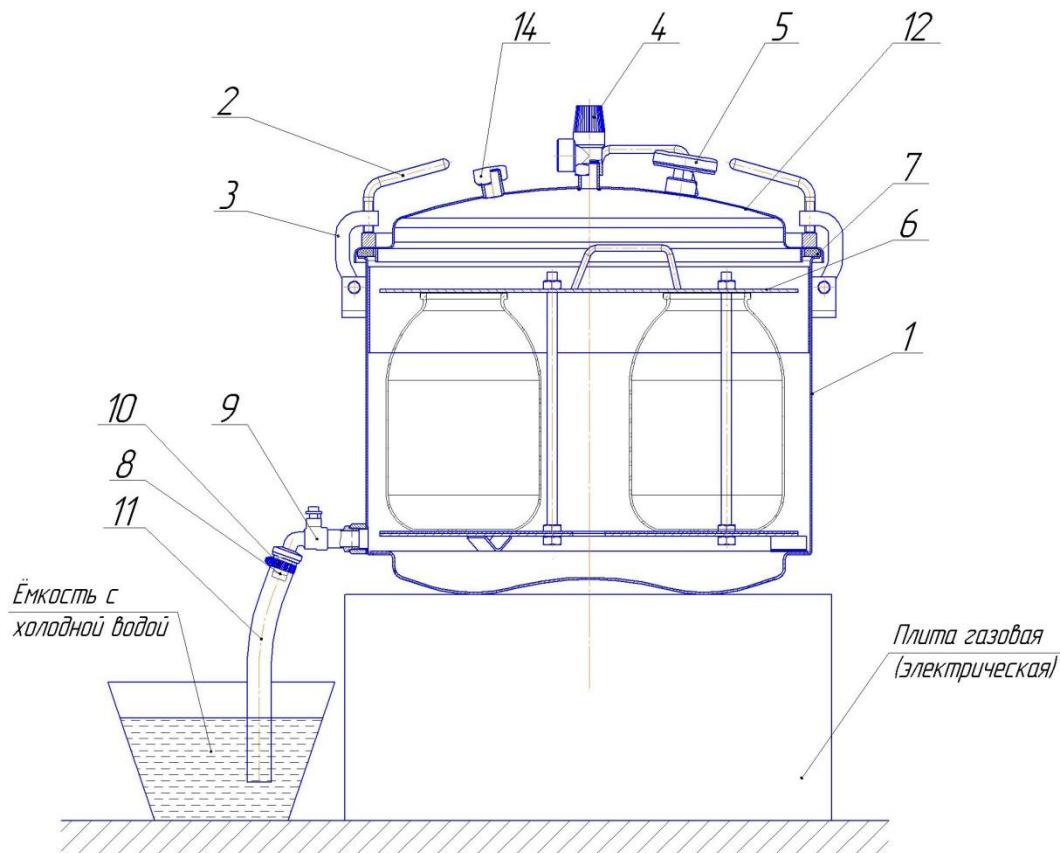
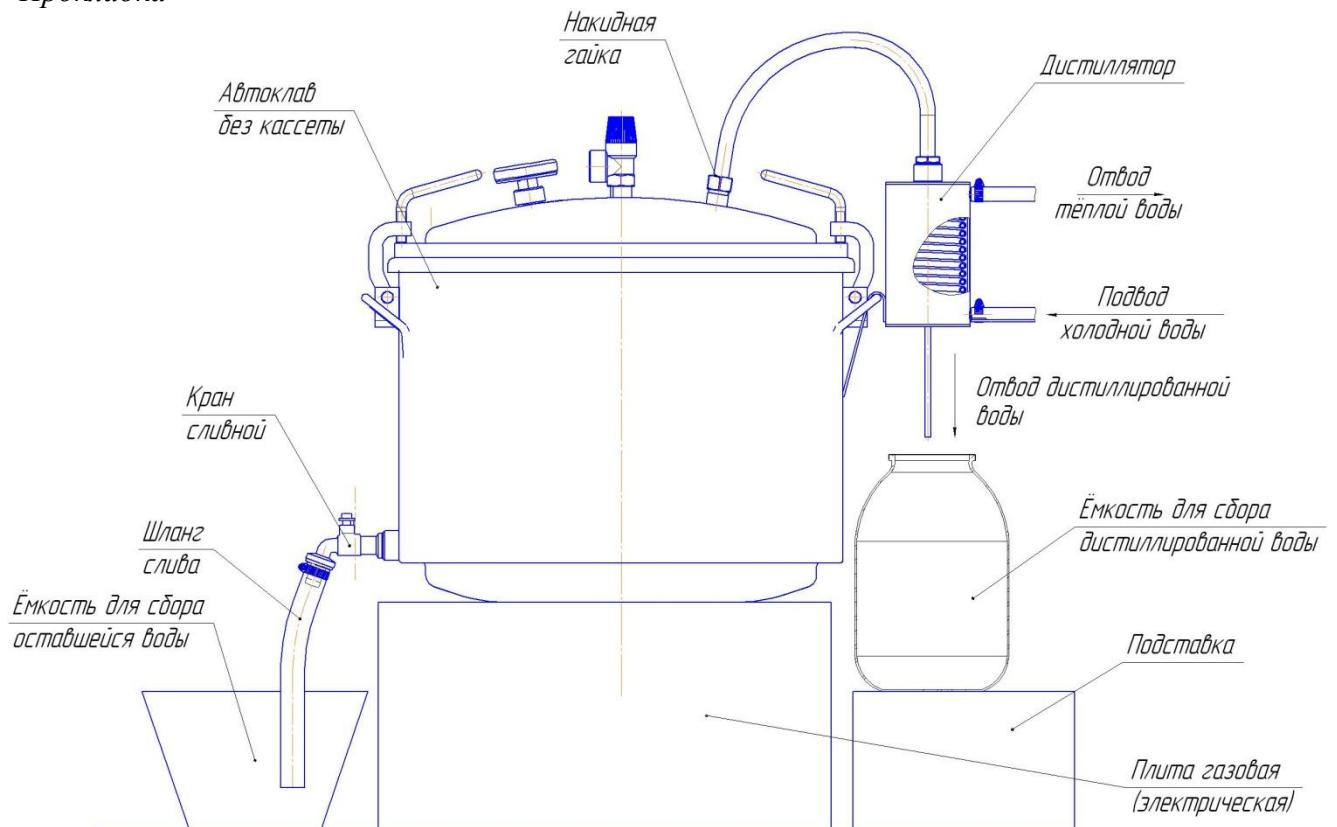

Рис. 1. Схема автоклава в сборе
Рис. 3 Автоклав в сборе с дистиллятором.
4.3. Для защиты от брызг и пара при сливе воды с температурой свыше 100 °C, конец шланга слива 11 (рис.1) опустить в ведро (или другую ёмкость) с небольшим количеством холодной воды (водяной затвор) и закрепить его (например, привязав шланг к ручке ведра), иначе возможны хаотичные движения шланга с выбросом пара и горячей воды во все стороны в первые минуты слива воды.
- не откручивать упоры крышки 2 (рис. 1).
- при необходимости сбросить давление в автоклаве до полного прекращения выхода пара, повернув головку предохранительного клапана 4 (рис. 1) (для предосторожности попадания пара на руку надеть защитную перчатку);
- отвинтить упоры крышки 2 (рис. 1), отбросить прижимы 3 и снять крышку 12;
5.3. Для исполнений автоклава -01, -02 проверить затяжку заглушек с прокладкой 14 (рис. 1).
5.8. Снять крышку 12 (рис.1) и налить в корпус 1 (рис.1) примерно 20 литров воды.
5.9. Установить крышку 12 (рис.1) на место свободно без прижима.
5.16. Набросить на крышку прижимы 3 с упорами 2 (рис.1) и, равномерно крест-накрест затягивая упоры 2 прижать крышку к корпусу.
5.18. Поддерживать температуру стерилизации в течение времени, рекомендуемого в выбранном Вами рецепте. Контроль температуры осуществлять по стрелочному термометру 5 (рис.1), поддерживать её постоянной, регулируя силу пламени горелки. Время контролировать по часам.
- открыть кран 9 (рис.1) для слива воды, который снабжён штуцером-жиклёром 8), обеспечивающим слив воды за 20-30 минут, смотри пункт 4.3.
5.20. После остывания автоклава до 95°C повернуть головку предохранительного клапана 6 (рис.1) не достигая щелчка, дождаться сброса давления в автоклаве. Эти действия позволят продолжиться процессам: слива воды и более интенсивному остыванию кассеты с банками.
5.22. Отвинтить упоры 2 (рис.1), отбросить прижимы 3, снять крышку 12.
5.23. Вынуть кассету 6 (рис.1) из автоклава и установить в безопасное место для дальнейшего остывания .
5.26. В случае затруднения сброса воды, перед следующей стерилизацией необходимо промыть штуцер-жикль 8 сливного крана. Для этого: открутить штуцер-жикль 8 (рис. 1), тщательно промыть его проточной водой. После чистки и мойки, установить его на кран.
6.1. Убрать из автоклава кассету 6 (рис. 1).
6.5. Поставить крышку 12 на место, убедиться в правильной её установке. Набросить на крышку прижимы 3 с упорами 2 (рис.1) и, равномерно крест-накрест затягивая упоры 2 прижать крышку к корпусу.
6.6. Собрать дистиллятор (рис. 3), предварительно удалив заглушку с прокладкой 14 (рис. 1). Проверить плотность соединения гибкого металлического шланга, трубок и крышки автоклава.
6.11. При появлении пара из конца отводящей трубы открыть водопроводный кран и заполнить рубашку конденсатора водой до выхода её из сливной трубы (рис.3).
6.12. При появлении первых капель дистиллированной воды из отводящей трубы (рис.3) отрегулировать расход воды через конденсатор так, чтобы из отводящей трубы не выходил пар. Поддерживать постоянную температуру воды в корпусе автоклава регулируя силу пламени горелки.
6.13. При получении необходимого количества дистиллированной воды необходимо выключить горелку и дождаться прекращения процесса кипения в автоклаве. При этом перестает капать вода из отводящей трубы (рис.3).